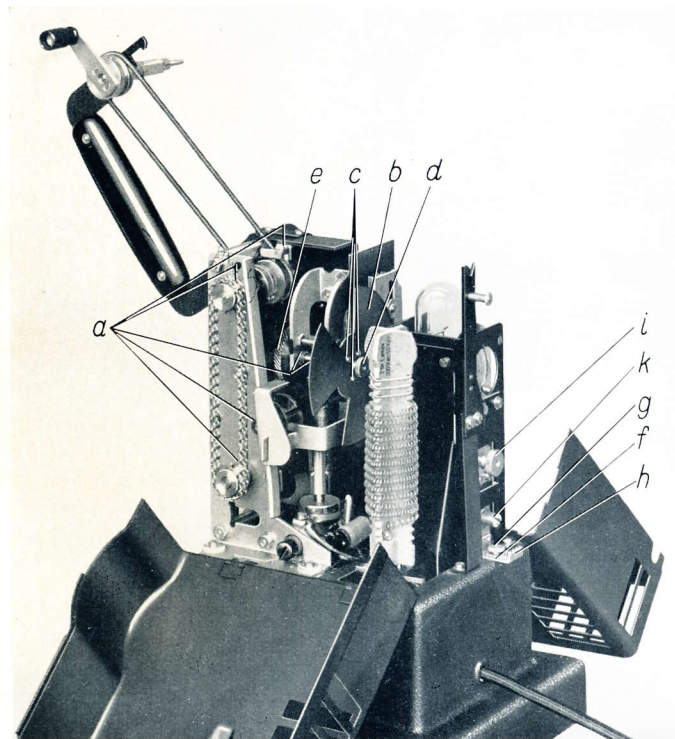
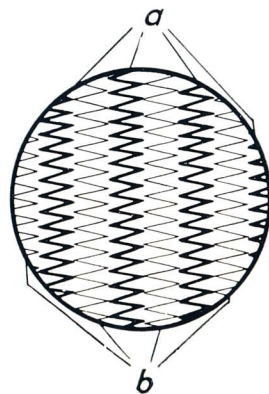

Bild 11. Getriebeansicht des Projektors, Widerstandsseite.
Bild 12.
Beim Auswechseln Schutzgehäuse (a in Bild 3) abnehmen, Widerstand (d) herausnehmen, dann Rändelmutter (d in Bild 11) lösen. Blende paßt nur in einer Lage (Stifte c in Bild 11)!
2. Beide Madenschrauben, mit denen das Schraubenrad (e in Bild 11) auf seiner Achse befestigt ist (Madenschrauben sind in Bild 11 nicht sichtbar), lösen und Blende (b) leicht verdrehen:
wenn Blende nachlief:	von hinten gesehen wie in Bild 11
Schraube (g in Bild 11), die den verschiebbaren Fuß (f) mit der Lampenfassung festhält, lockern und Fuß am Handgriff (h) nach vor- oder rückwärts oder seitlich verschieben. Rändelmutter (i) lösen und Lampenfassung mit Handgriff (k) nach auf- oder abwärts verschieben. Zum Prüfen der Einstellung bei eingeschaltetem Projektor Lupe oder zweites Objektiv vor Apparatobjektiv halten, oder Apparatobjektiv weit aus der Fassung herausziehen. Dadurch werden auf dem Bildschirm die Wendelbilder und dazwischen die vom Hohlspiegel entworfenen Spiegelbilder der Wendeln sichtbar. Die richtige Einstellung ist dann erreicht, wenn die Spiegelbilder (b in Bild 12) in gleichmäßigen Zwischenräumen zwischen den Wendelbildern (a) liegen und Wendelbilder wie Spiegelbilder scharf zu erkennen sind.